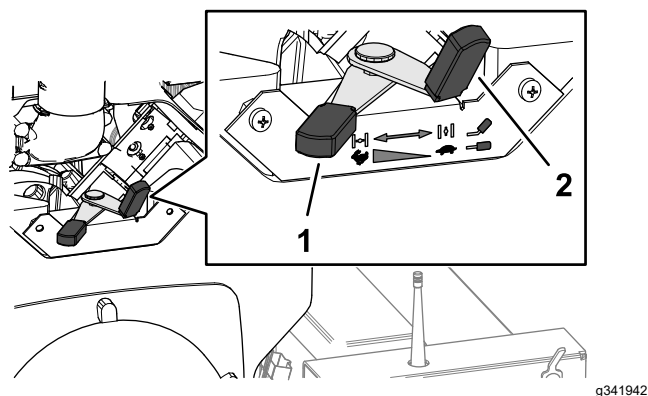

Figura 15
2. Si el motor está frío, mueva la palanca del estarter a la posición (Figura 15) a la posición de ENCENDIDO.
3. Mueva la palanca del acelerador (Figura 15) a un punto intermedio entre las posiciones de lento y rápido.